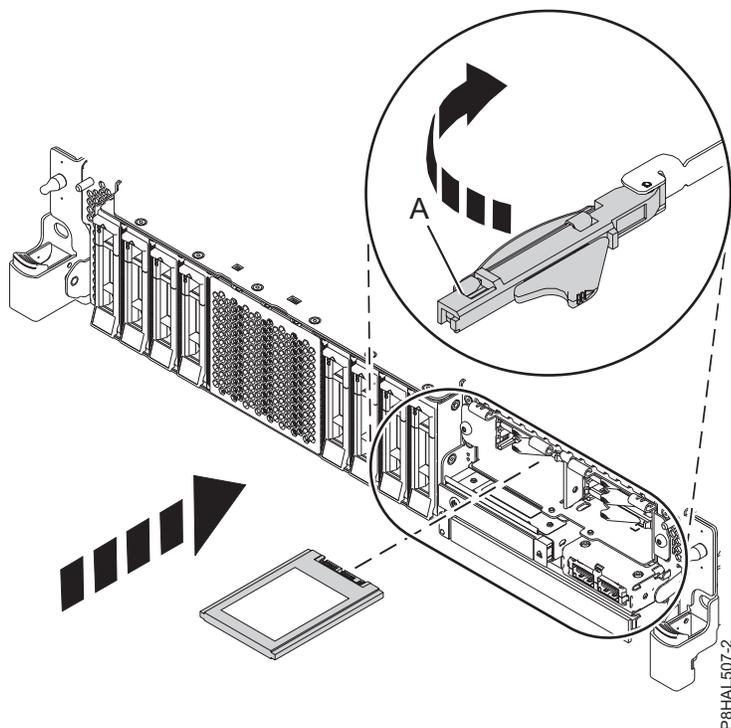

Figura 46. Substituir uma unidade SSD num sistema de função expandida
9. Com a pega do compartimento de unidade de SSD (A) na posição desbloqueada, puxe a alavanca para fora para ter acesso às calhas na ranhura de SSD. Apoie a parte inferior da SSD à medida que a alinha com as calhas na ranhura de SSD. Consulte Figura 46 na página 50.
11. Bloqueie a unidade ao rodar a pega do compartimento (A) na direcção demonstrada em Figura 46.